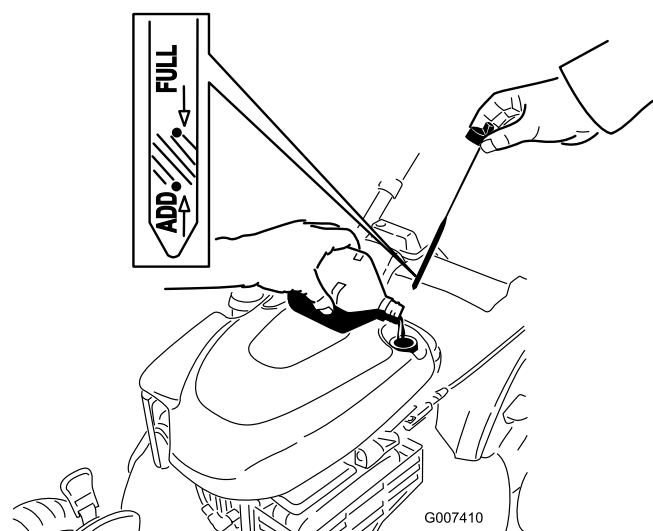

Figure 44
4. Versez de l'huile **lentement** dans le goulot de remplissage pour faire monter le niveau de liquide jusqu'au repère du **plein** (Full) sur la jauge (Figure 44). **Ne remplissez pas excessivement.** (Remplissage max. : 0,59 l, type : huile détergente SAE 30 de classe de service API SF, SG, SH, SJ, SL ou supérieure.)